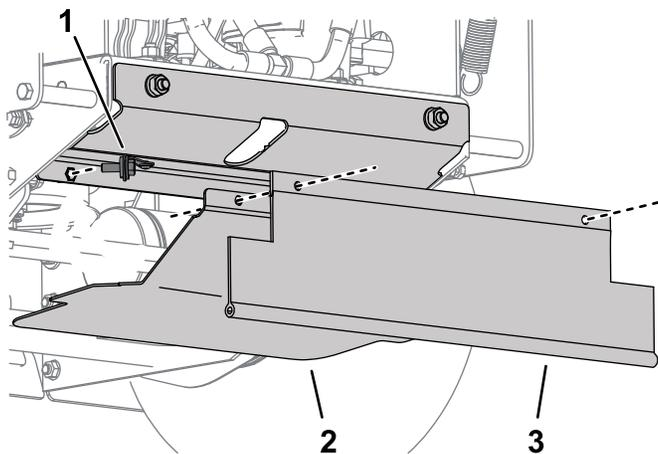

Bild 8
- Montieren Sie die Unterseiten-Schutzvorrichtung zur Probe und passen Sie die Antriebsscheiben-Schutzvorrichtung ggf. an (Bild 8).
- Befestigen Sie die Schutzvorrichtung an der Unterseite und ziehen Sie das Schutzblech zur Antriebsscheibenschutzvorrichtung; befestigen Sie sie mit den Schrauben, die in den Verbindungsleinen an der Antriebsscheibenabdeckung gefangen sind (Bild 8).